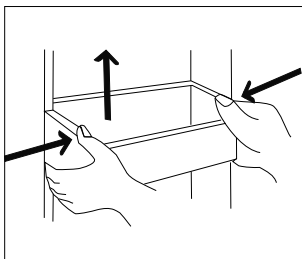

Abb. 18
- ▶ Heben Sie ein Türfach (3/4) an, um es herauszunehmen (siehe **Abb. 18**)
- ▶ Platzieren Sie die Eierablage im oberen Türfach (3).